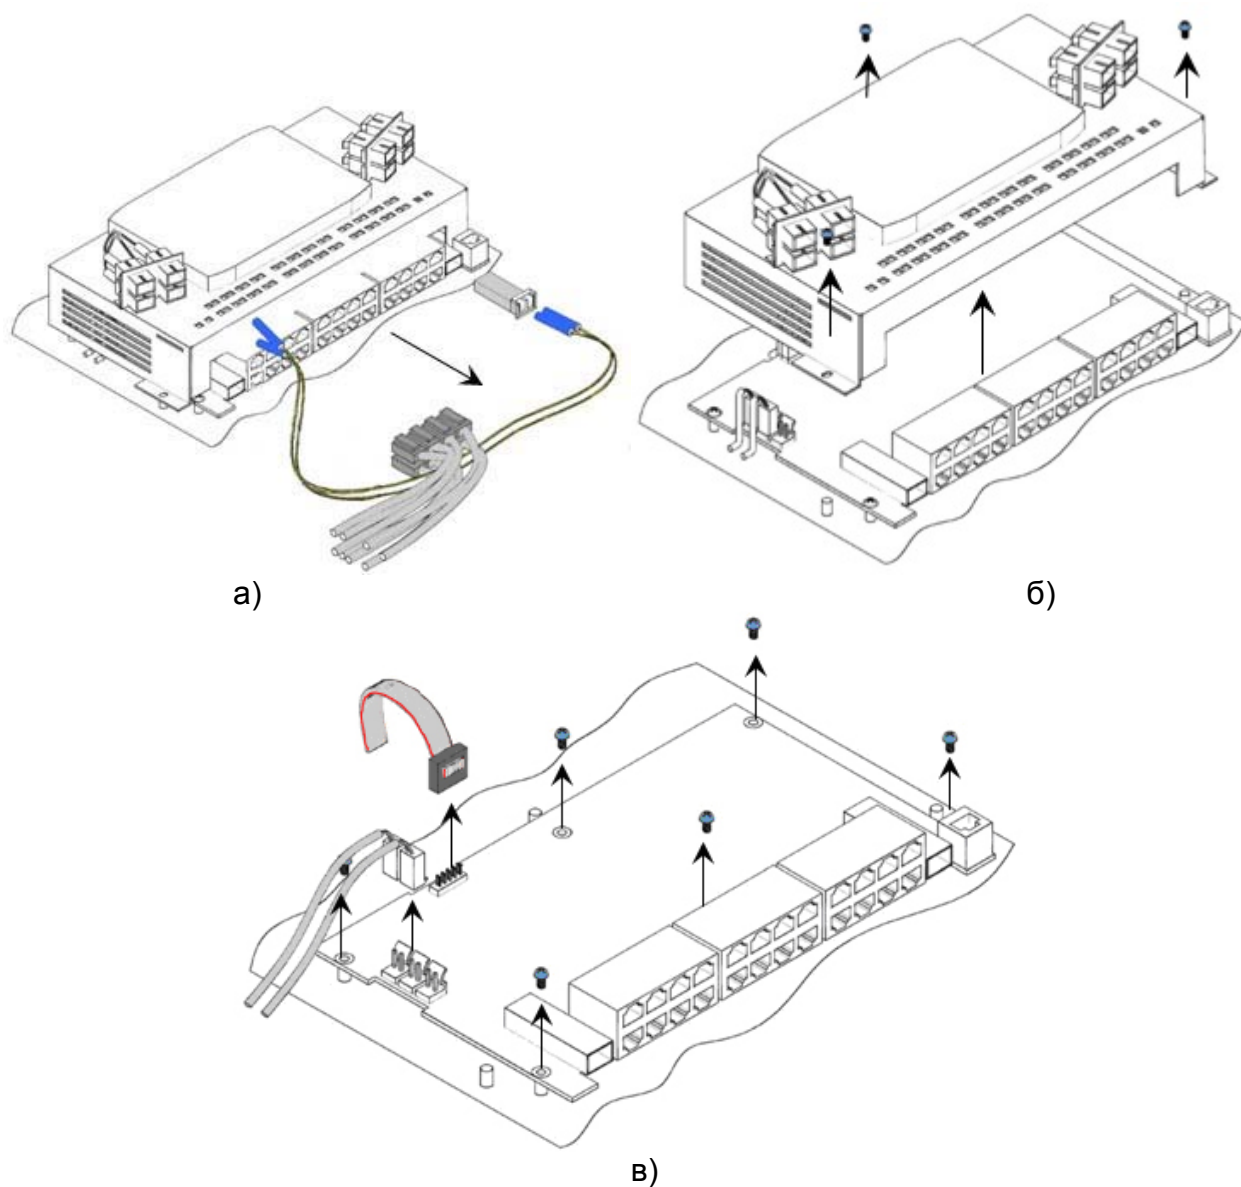

Рисунок 4.4.4 – Замена платы коммутатора в УД «Топаз»
- 2) Отключить оптические и медные кабели, рисунок 4.4.4а;
- 3) Выкрутить винты и снять защитный кожух, рисунок 4.4.4б;
- 4) Отсоединить кабели на плате коммутатора и выкрутить 6 винтов, рисунок 4.4.4в;